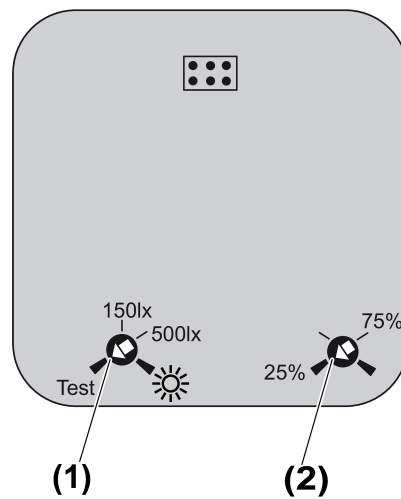
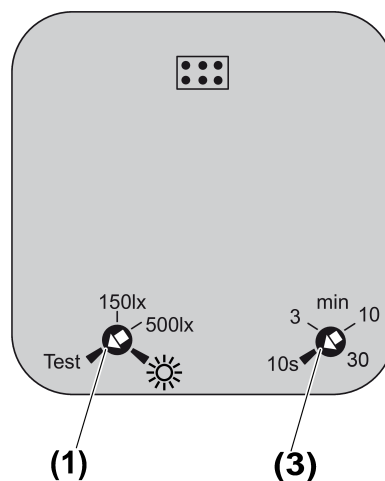

Bild 13: Einsteller Bewegungsmelder Best.-Nr. 5373 .., 5375 ..
Bild 14: Einsteller Bewegungsmelder Best.-Nr. 5379 ..
- Einsteller (1) drehen (siehe Bild 13), (siehe Bild 14).
- Einsteller (2) drehen (siehe Bild 13).
- Einsteller (3) drehen (siehe Bild 14).
- Testeinstellungen vornehmen. Dazu Einsteller (1) auf **Test** drehen (siehe Bild 13), (siehe Bild 14).